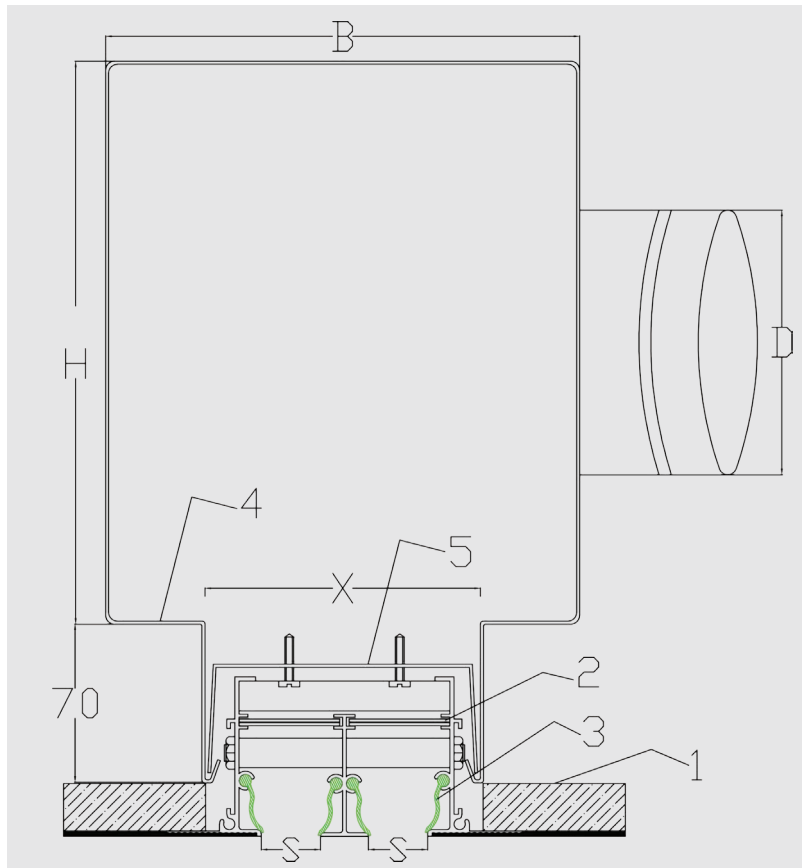

Fig 3
As the following slot widths Fig3-S:
- عرض كل خط Fig3-S يكون إما :